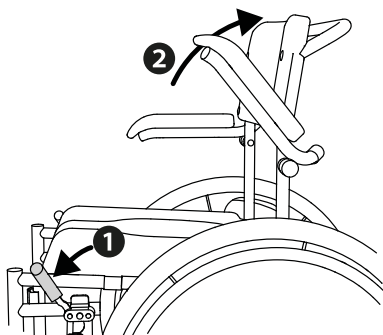

Fig.13
2. Per facilitare la salita e la discesa dalla sedia, è possibile ruotare i braccioli all'indietro (verso l'alto) (2, fig.13).